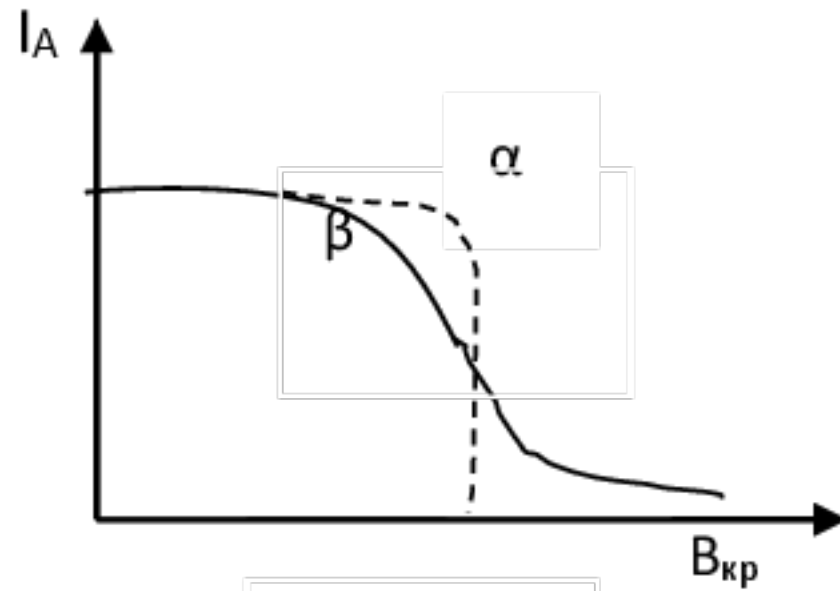

Рис. 3
В этом случае электроны перестанут достигать анода и будут по окружности возвращаться к катоду. При этом анодный ток I_A лампы, пропорциональный количеству электронов, достигающих анод в единицу времени, резко уменьшается теоретически до нуля (кривая (а) на рис.3). При дальнейшем увеличении индукции магнитного поля ($B > B_{кр}$) электроны будут круче заворачивать к катоду, а анодный ток останется равным нулю (рис.2). Наблюдение скачкообразного уменьшения анодного тока магнетрона в зависимости от величины магнитного поля лежит в основе используемого метода определения удельного заряда электрона. Расчетная формула для e/m легко получается из выражения для радиуса кривизны (6), если учесть его критическое значение (7) и выразить скорость электронов из формулы (1)
Таким образом, для определения удельного заряда электрона методом магнетрона, достаточно снять зависимость анодного тока лампы I_A от тока в соленоиде I_c , так называемую сбросовую характеристику. Очевидно, форма графика этой зависимости должна быть аналогичной кривой $I_A = f(B)$, представленной на рис.3. Используя полученную кривую, на ней можно найти значение $I_{кр}$, а затем по формуле (8) вычислить e/m .
На рис.3 представлена идеализированная (а) и практическая (б) сбросовые характеристики. На последней, спадающий участок более размытый. Это объясняется как различного рода несовершенствами конструкции магнетрона. Сюда относятся не точная коаксиальность анода и катода, не строгая однородность магнитного поля внутри соленоида и др. Особо нужно отметить тепловой разброс начальных скоростей электронов, вылетающих с поверхности катода, приводящий к размытию кривой. В связи с этим затрудняется определение сбросового, т.е. критического значения намагничивающего тока $I_{кр}$. По-видимому, наиболее удовлетворяющему теории, следует считать то значение I_c , при котором наблюдается наибольшее изменение I_A .
Принцип Гюйгенса-Френеля: все вторичные источники $S_1, S_2 \dots S_n$, расположенные на поверхности фронта волн, когерентны между собой. Амплитуда и фаза волны в любой точке M пространства - это результат интерференции волн, излучаемых вторичными источниками (рис. 3).
кроме волн от источников, расположенных на малом участке сферического сегмента ab , перпендикулярного к SM (рис.3). Свет распространяется вдоль узкого конуса с очень малым основанием, т.е. практически прямолинейно.